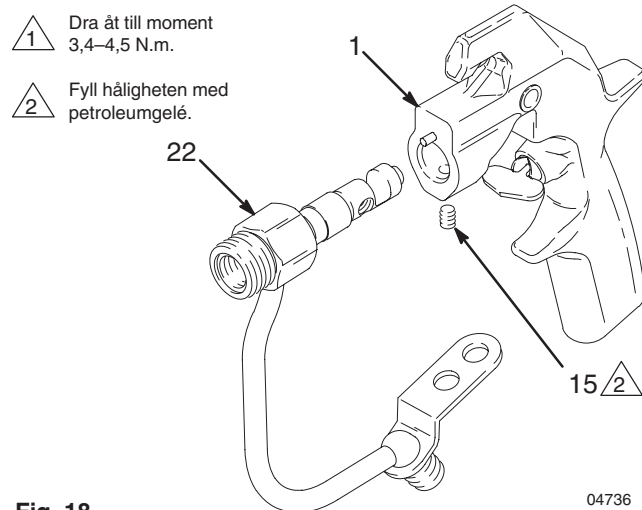

Fig. 18 04736
6. Tryck på vätskehuset (22) helt in på pistolhuset (1). Dra åt låsskruven (15) till moment 3,4–4,5 N.m. Fyll håligheten på låsskruven med petroleumgelé. Se Fig. 18.